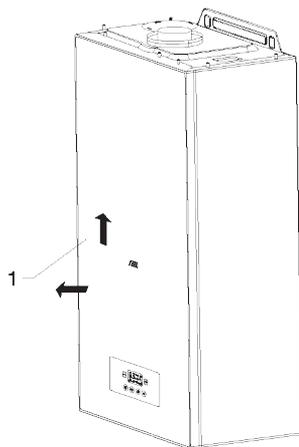

Рис. 12
- для снятия передней крышки потяните ее наружу и вверх (поз. 1 рис. 12).